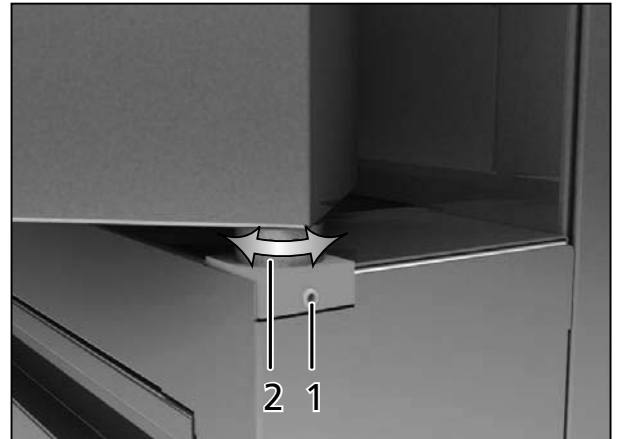

Abb. 38 Nachstellen der Tür
1. Madenschraube mit einem Torx-TX8-Werkzeug lösen (Abb. 38). Sie ist mit Sicherungslack gesichert und kann ruckartig gelöst werden.
2. Tür durch Drehen des Exzenters (2) mit einem Schraubenzieher nachstellen.